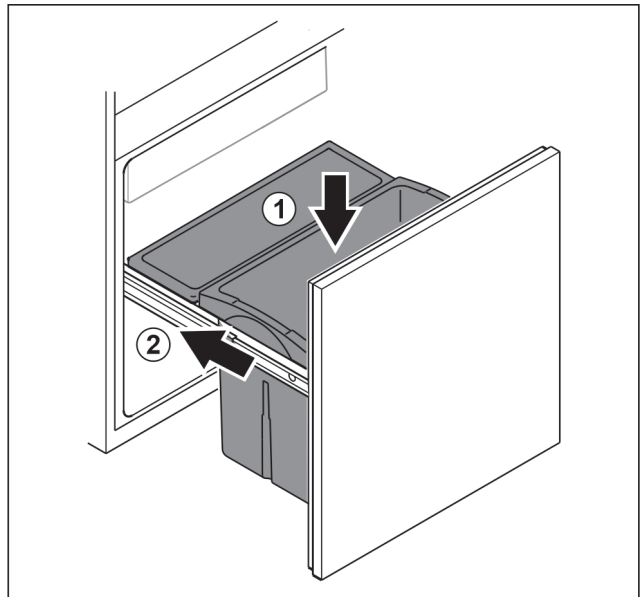

Fig. 99
- ▶ Поставете чекмеджето отгоре. Fig. 99 (1)
- ▶ Вкарайте изтеглящата се ракла. Fig. 99 (2)